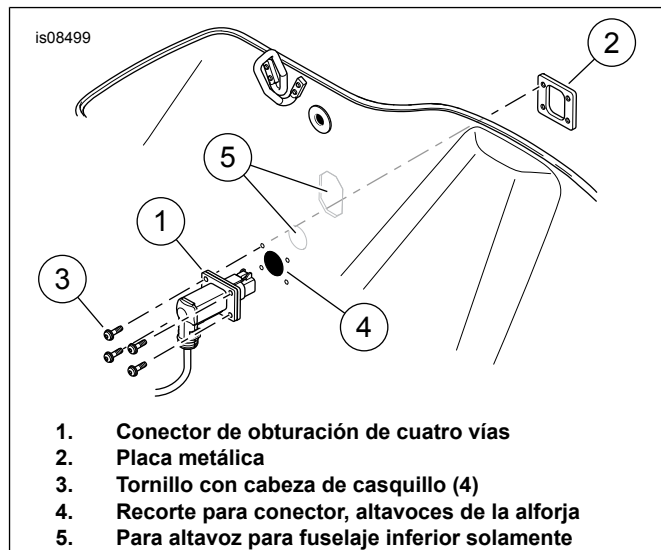

Figura 2. Instalación del conector del arnés de cuatro vías
9. Vea la Figura 2. Quite la placa de metal (2) del conector de obturación de cuatro vías (1) en el arnés de la alforja. Inserte el conector desde el interior a través del agujero (4) de la alforja.
10. Vuelva a colocar la placa de metal sobre el conector fuera de la alforja. Asegure el conector con cuatro tornillos con cabeza de casquillo (3) desde el **interior** de la alforja. Ajuste.